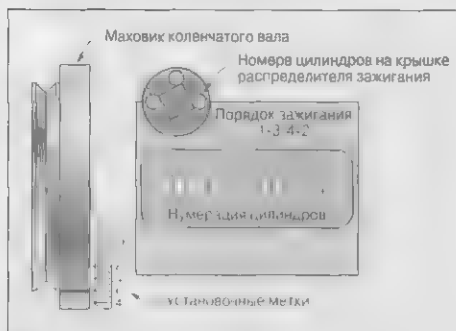

Рис. 12.4. Нумерация цилиндров и порядок зажигания на однорядном четырехцилиндровом поперечном двигателе
- ✓ Переднеприводные автомобили чаще всего оборудованы поперечно установленными двигателями, которые обычно объединены с КПП в один узел. На таких двигателях нумерация цилиндров обычно ведется с одной из сторон машины, и цилиндр №1 обычно расположен со стороны пассажира (рис. 12.4.).